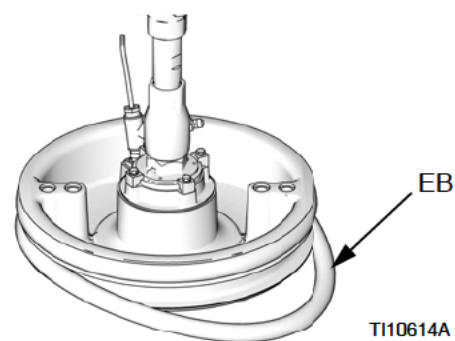

図 20
1. ワイパー (EB) への損傷を防ぐために木製またはプラスチックの工具を使用してシール溝からすべての物質を排除します。
2. 下端から作業し、ワイパー (EB) をプラテンの背後を覆うように曲げます。図 20。
3. ワイパー (EB) を上端の溝に挿入してワイパーの前部を溝の中に這わせます。
4. 二番目のワイパー (EB) を下側の溝に挿入して、ワイパーの前部を溝の中に這わせます。